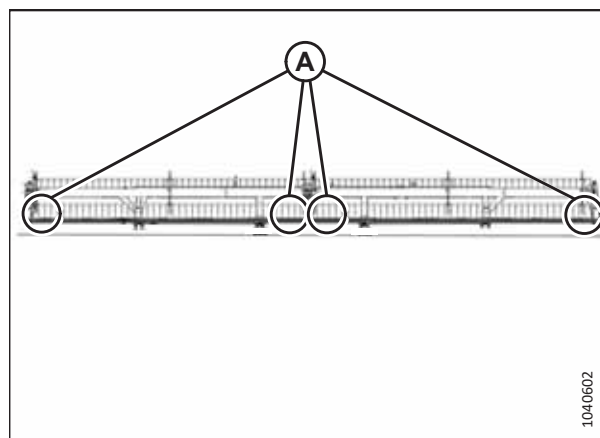

Figure 4.275: Emplacements de mesure du rabatteur double
- Figure 4.275, page 401 – Rabatteur double